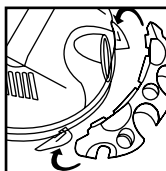

FIGURE 14
18. Placez-vous derrière l'appareil. Saisissez le porte-outils et positionnez-le avec les onglets face au dos de l'appareil. **FIGURE 14.**